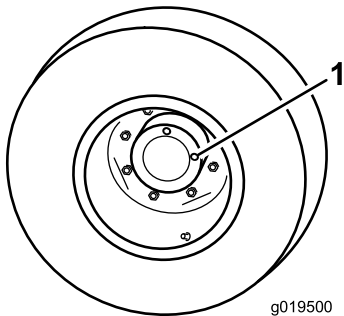

Bild 102
1. Wenn die Maschine auf einer ebenen Fläche steht, positionieren Sie das Rad so, dass eine Prüfschraube auf 12 Uhr und die andere auf 3 Uhr steht (Bild 102).
1. Prüf-/Ablassschraube (2)
2. Entfernen Sie die Schraube, die auf 3 Uhr steht (Bild 102).